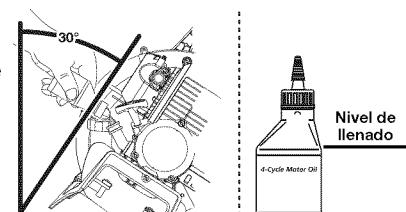

Fig. 22
- Incline el unidad 30° (Fig. 22).
NOTA: Use la botella y la boquilla que guardó del uso inicial para medir la cantidad correcta. El nivel de 90 ml (3.04 onzas) está aproximadamente en la parte superior de la etiqueta de la botella (Fig. 22). Mida el nivel con la varilla de medición. Si el nivel está bajo, agregue una pequeña cantidad de aceite y vuelva a medir. No lo llene demasiado.